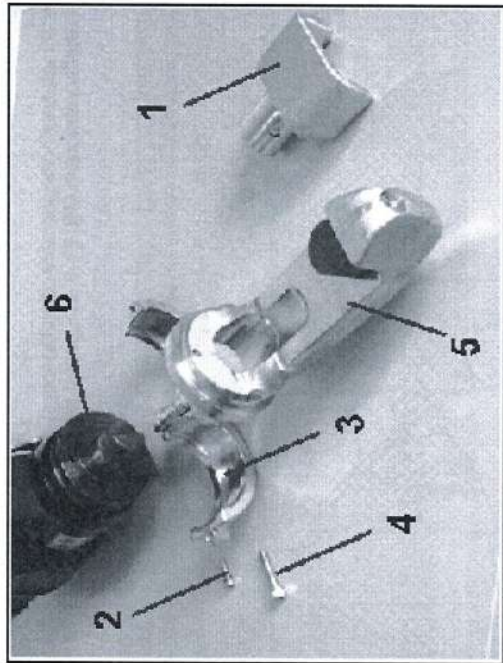

Fig. 7
- togliere la matrice mobile (rif. 1 in fig. 7), svitando la vite (rif. 2 in fig. 7);
- Togliere l'anello di fissaggio (rif. 3 in fig. 7) svitando la vite di serraggio (rif. 4 in fig. 7);
- Sfilare la testa piega (rif. 5 in fig. 7) dal corpo macchina (rif. 6 in fig. 7).